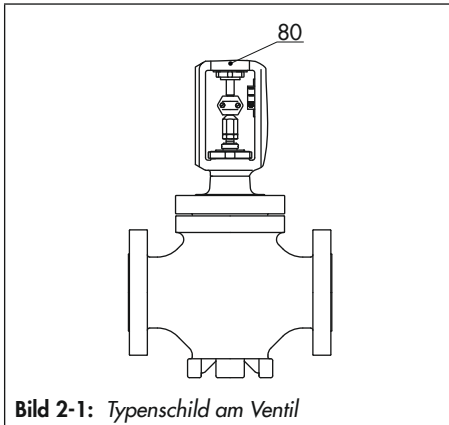

Bild 2-1: Typenschild am Ventil
Das Typenschild (80) ist am Joch des Ventils angebracht (vgl. Bild 2-1).